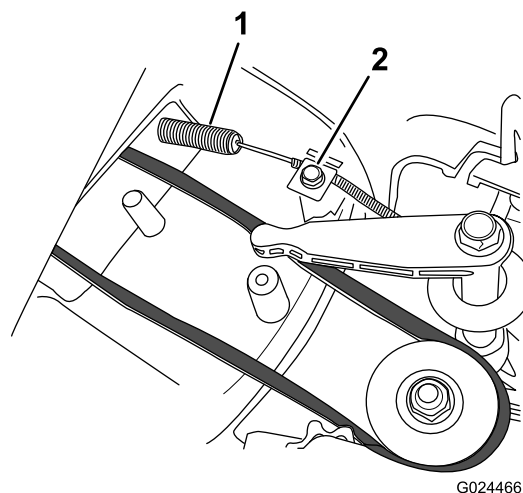

Figura 31
4. Instale el nuevo cable del freno de la cuchilla, pero no apriete la abrazadera de la parte superior de la carcasa de corte (Figura 31).
5. Afloje el tornillo de la abrazadera (Figura 31).